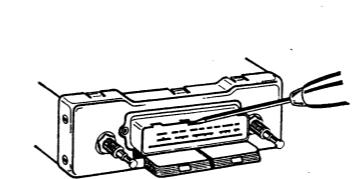

Fig. 43
3. Skala herausnehmen, Fig. 43.
3. Remove dial, Fig. 43.
2. Skala herausnehmen, Fig. 43.
2. Remove dial, see Fig. 43.